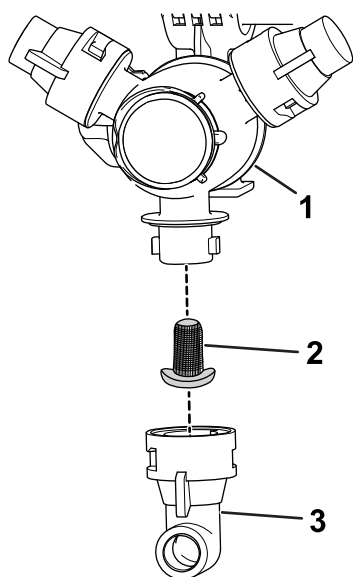

Figura 56
2. Retire o bico da cabeça de pulverização (Figura 56).
3. Retire o filtro do bico antigo (Figura 56).
4. Instale o novo filtro do bico (Figura 56).
5. Instale o bico na cabeça de pulverização (Figura 56).